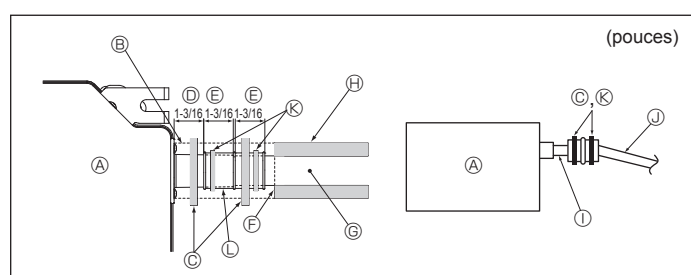

Fig. 6-2
- ① Tube en PVC, D.E. ø38 mm (1-1/2 pouces) pour la mise en place groupée des tuyaux. (Isolation de 9 mm (11/32 pouce) minimum)
1. Raccordez la prise d'écoulement (fournie avec l'appareil) à l'orifice de drainage. (Fig. 6-2)